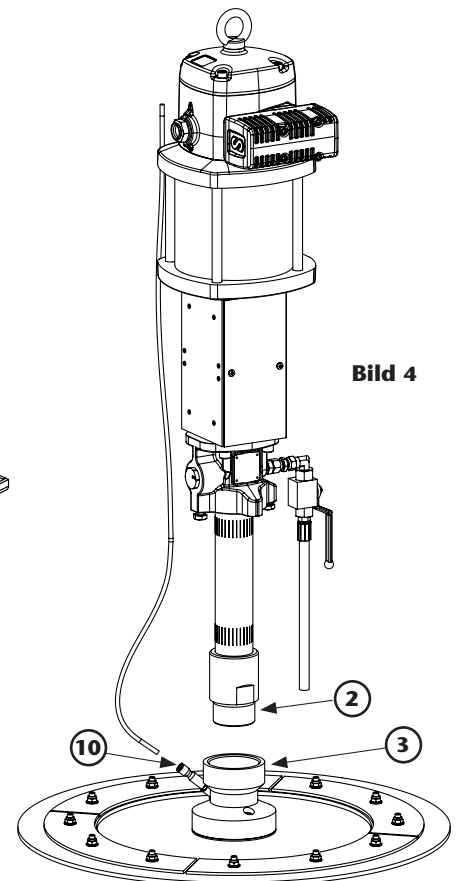
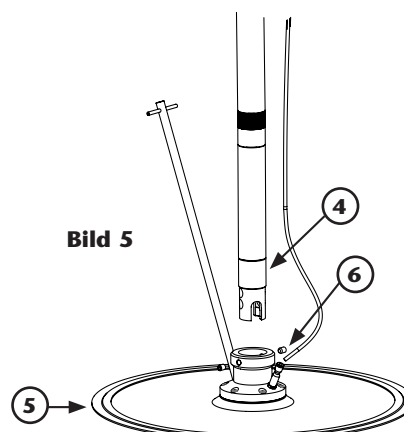
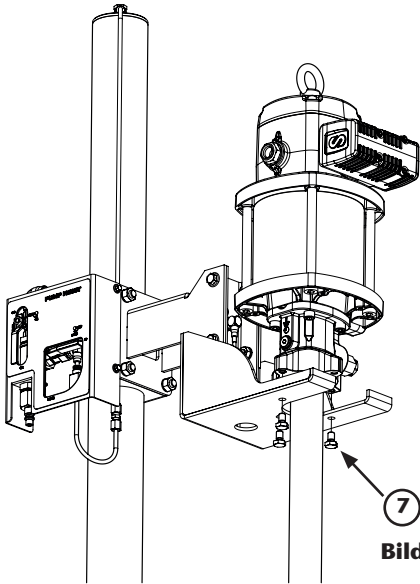
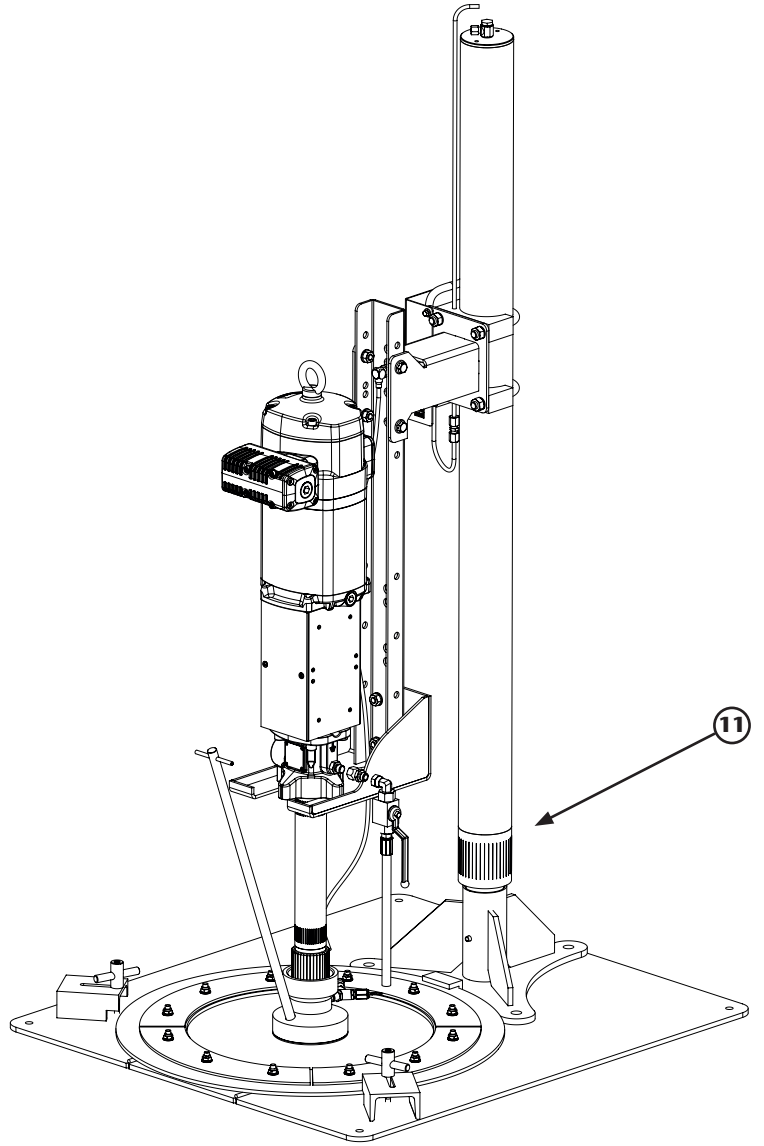

Bild 4
Bild 5
Bild 7
Bild 9
2. Wenn die Pumpe eine Folgeplatte beinhaltet (754205) (Bild 4): Bringen Sie am Fluidaufnahmegewinde an der Pumpe (2) Teflon-Band an und schrauben Sie ihn an die genannte Platte an (3). Wenn die Pumpe eine Folgeplatte beinhaltet (841414) (Bild 5): Befestigen Sie die Pumpe (4) mit Hilfe der Bolzen (6) an die Platte (5).
4. Für die restlichen Modelle befestigen Sie die Pumpe mit Hilfe der drei Schrauben (7) an den Pumpenhalter (Bild 7). Befestigen Sie die Verschraubung (8) an die Pumpenzuführung und verbinden Sie sie an das 12 mm Rohr (9). Für die Modelle mit Folgeplatte, verbinden Sie auch das 6 mm Rohr an das Drosselventil (10) (Bild 4). Für die Modelle mit Pumpe (542010, 542011, 543010, 543011, 544010), installieren Sie die gerade Verschraubung (11) (Bild 9)